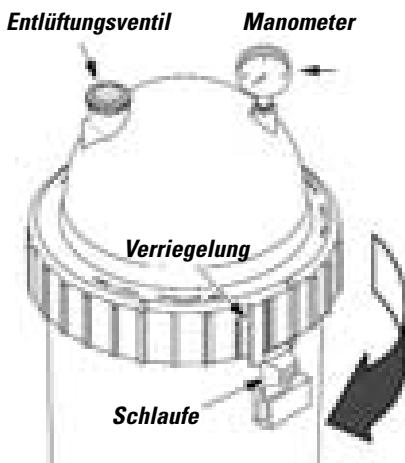

Abbildung 2 – Drehen Sie den Posi-Ring™ bis die Schlaufe hinter der Sicherheitsverriegelung einrastet.
1. Ziehen Sie den Posi-Ring™ durch Drehen im Uhrzeigersinn bis über die Sicherheitsverriegelung hinaus fest bis er "klickt" (vgl. Abbildung 2). Hören Sie auf zu drehen sobald der Ring hinter der Verriegelung einrastet. Der Ring kann sich leicht locker anfühlen, wird jedoch fester angezogen, wenn die Pumpe angeschaltet ist und der Filter unter Druck steht.
2. Installieren Sie den Manometer und das Entlüftungsventil (vgl. Abbildung 2) auf dem Behälterdeckel.
C. Drehen Sie den Posi-Ring™ im Uhrzeigersinn bis er hinter der Sicherheitsverriegelung einrastet (vgl. Abb. 2).